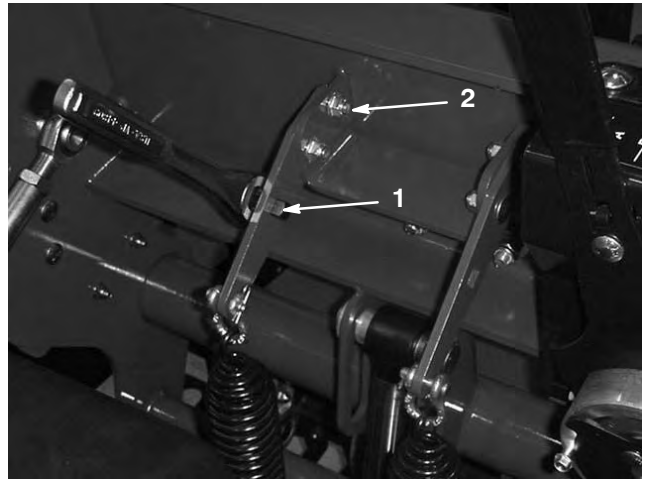

Figure 38
2. Insérez un manche à rochet de 1/2 pouce ou une barre de levier dans le trou carré de la patte de ressort (Fig. 38).